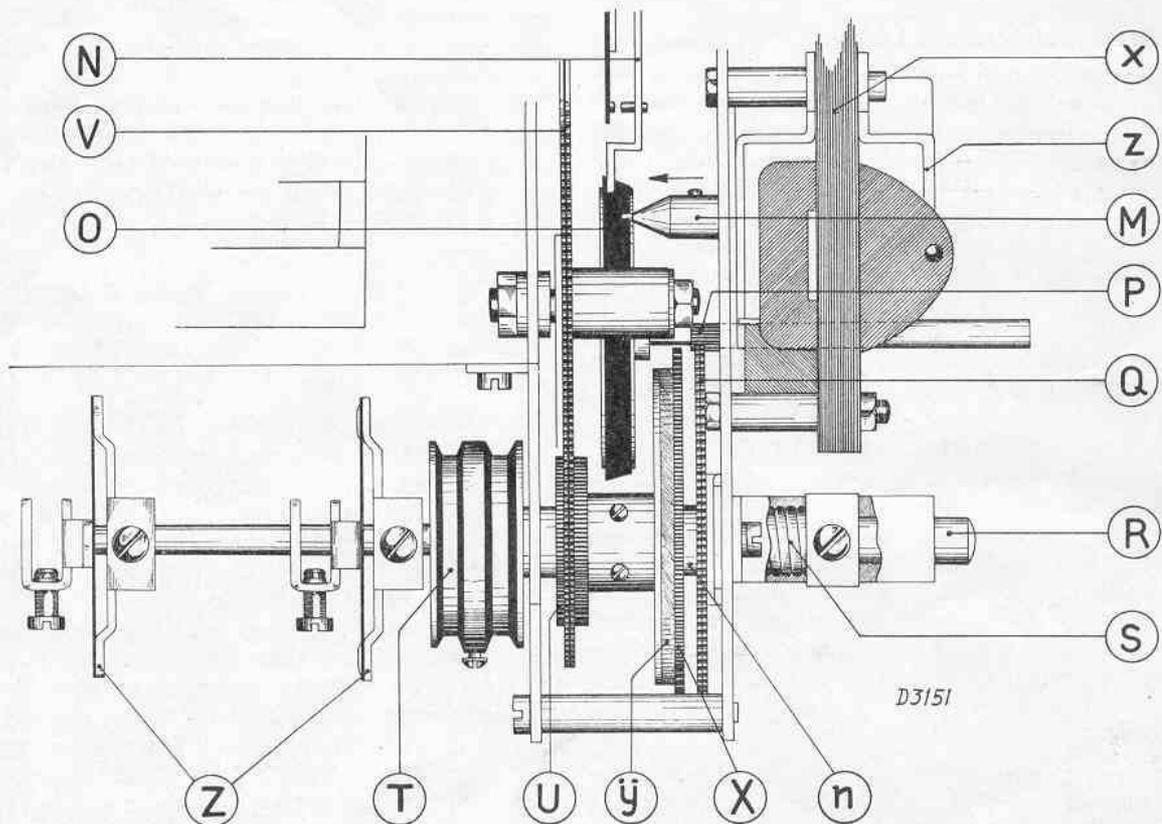

Fig. 12
En appuyant sur le bouton A (fig. 11) la touche dure B est enfoncée et arrêtée car le nez rond C tombe dans l'ouverture carrée D de l'étrier E. Cet étrier est d'abord poussé vers l'avant par C pour retomber sur C. De cette façon, on permet au ressort du pre-commutateur de l'accord silencieux F d'établir le contact avec la came G pendant la descente du bouton-poussoir. Lorsqu'on remplace le ressort F il est nécessaire de l'ajuster de telle manière que le processus de la commutation se fasse suivant la description ci-dessus. Le fait d'enfoncer le bouton dur provoque la compression du ressort monté sous celui-ci, par l'intermédiaire du doigt I, l'importance de cette compression étant déterminée par la limite d'enfoncement de la pointe d'arrêt H du doigt I dans la rainure du disque sélecteur. L'étrier J avec les cames a et b, qui y sont reliées est enfoncé d'une façon analogue par l'étrier I qui porte la pointe H, de ce fait, soit le ressort 3, soit le ressort 4 forme contact avec la came b (voir également sur les feuillets marqués A et sur le schéma de principe). En raison de la rotation du moteur le pignon M (fig. 12) va vers la gauche, (voir la flèche). Ce déplacement provoque le court-circuitage du groupe de ressorts N et le couplage entre M et O. Le pignon R, monté sur l'arbre avec disque O entraîne la roue d'engrenage Q. Par l'intermédiaire du ressort S, il existe un couplage par pression entre Q et l'arbre R, qui provoque la rotation de l'arbre principal des disques sélecteurs et également celle du condensateur variable par l'intermédiaire des engrenages U et V. Si la petite pointe d'arrêt H (fig. 11) vient à se loger dans un trou des disques sélecteurs, ceux-ci sont alors immobilisés. Ces disques et leur arbre sont
1. Défaire les deux pièces de couplage Z (fig. 12), les pousser totalement sur l'arbre de couplage et les enlever avec cet arbre.